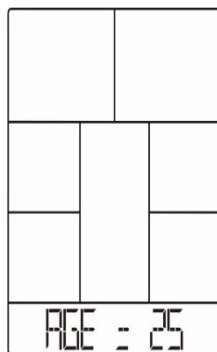

Bild 14
2. Använd UP eller DOWN för att ställa in Age (bild 14).